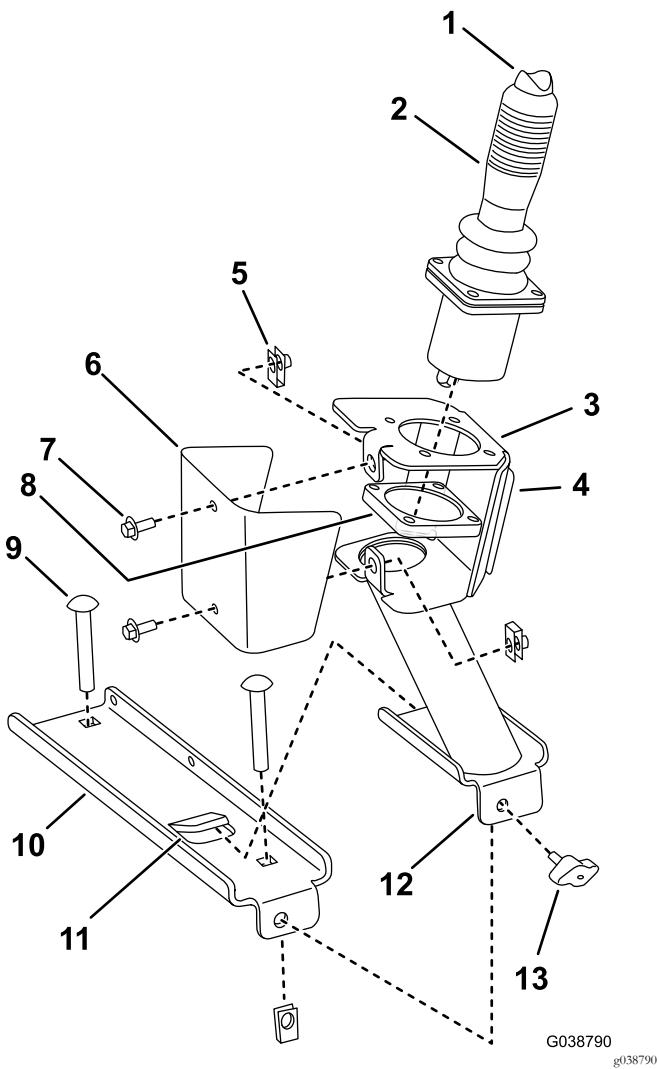

図 4
1. ジョイステイックを組み立てる図4。
- ジョイスティックポッドにデカルを貼り付ける図 4。